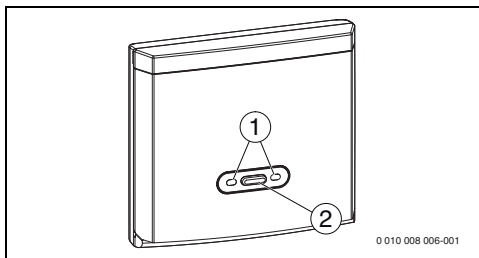

Bild 22 Funkmodul
- ▶ Am Funkmodul den Anmeldeknopf drücken (→ Bild 22, Seite 11).
- Am Funkmodul den Anmeldeknopf drücken (→ Bild 22, Seite 11). Die grüne LED beginnt zu blinken.